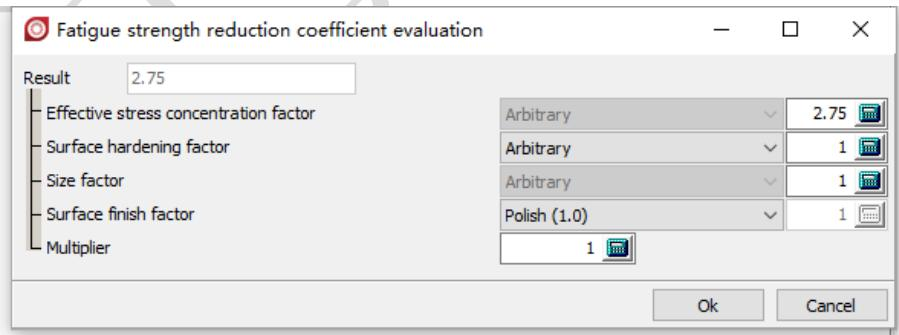

图 2.47
15. 点击**Evaluation**，按图 2.47 设置疲劳强度修正系数（考虑应力集中、表面处理、粗糙度、尺寸大小等效应）。